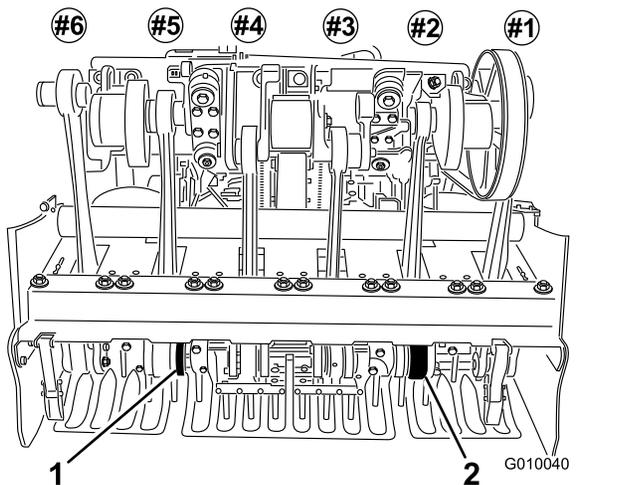

Figura 27
6. Montate le fustelle nei portafustelle n. 2 e 5 (Figura 27), e serrate i bulloni.